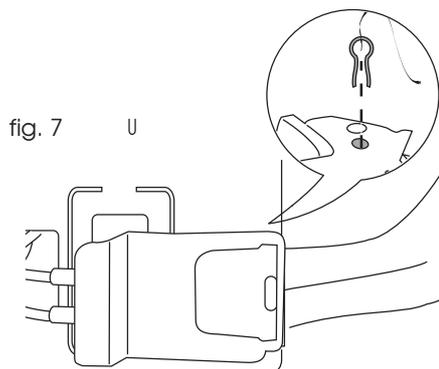

fig. 7
- 5) Introduzca el pasador de seguridad en el agujero previsto (fig. 7).